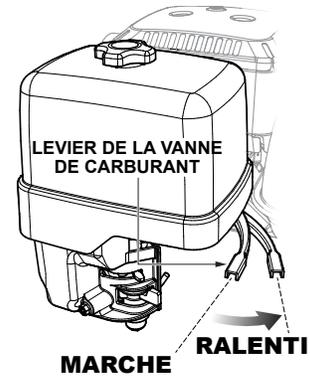

Figure 13. Levier d'accélérateur (ralenti)
1. Placez la manette des gaz en position **RALENTI** (Figure 13) et faites tourner le moteur pendant trois minutes à faible vitesse.